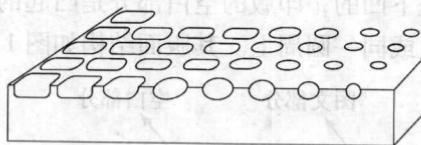

图 1-9 只有网穴的开口变化的凹版
(2) 凹版版面上的网穴深度不变, 网穴的开口变化, 图像阶调层次亮的部位, 雕刻的网穴开口小; 反之, 图像阶调层次暗的部位, 雕刻的网穴开口大。这类网穴结构如图 1-9 所示。